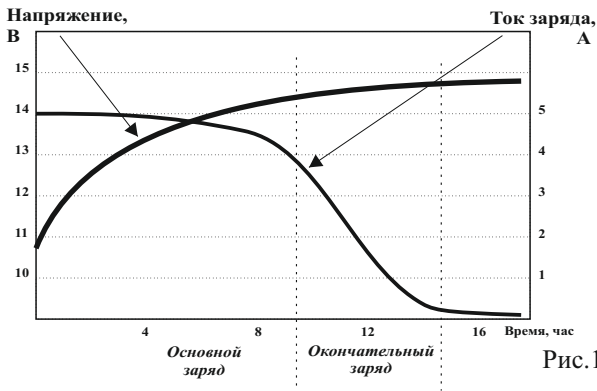

Рис.1
6.6. В процессе заряда напряжение на аккумуляторной батарее возрастает. По мере приближения напряжения АКБ к установленному напряжению ограничения происходит уменьшение тока заряда. При достижении напряжения АКБ установленного напряжения ограничения, ток снижается вплоть до значения тока саморазряда (менее 0,1А). Типичная вольт-амперная характеристика при заряде автомобильного аккумулятора емкостью 55 А*ч прибором **Кулон-7ххd** показана рис.1.